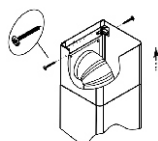

рис. 8
6.4 Установка фальштруб (рис.7). На нижней фальштрубе имеются специальные «ушки», которые необходимо направить в пазы, расположенные на верхней панели вытяжки. Затем нижнюю фальштрубу необходимо зафиксировать двумя самонарезающими винтами 3,5x11 мм. Выдвиньте верхнюю фальштрубу, навесьте ее на кронштейн (рис.8) и закрепите винтами.